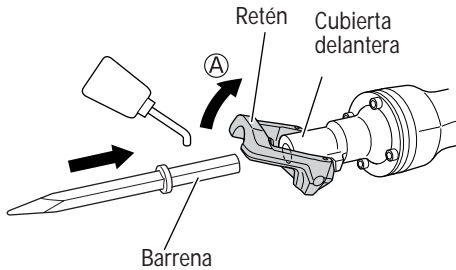

Fig. 4
- (1) Limpie, y después unte la parte del vástago del accesorio con grasa o aceite de máquina.
- (2) Mueva el retén hasta la posición de apertura (A), y asiente el accesorio, tal como una barreta de punta, una cortadora, etc., en el orificio hexagonal de la cubierta frontal (consulte la Fig. 4).